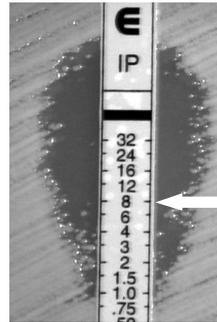

Рис. 21. Изолированные колонии на карбапенемы могут представлять резистентные субпопуляции, например, КРС. МИК 8 µg/ml.
- При наличии макроколоний в пределах эллипса ингибирования при тестировании бактерицидных препаратов снимайте отметки всех макроколоний в диапазоне 1—3 мм от тест-полоски (см. **ИНСТРУКЦИЮ ПО УЧЕТУ РЕЗУЛЬТАТОВ ETEST**, рис. 21).